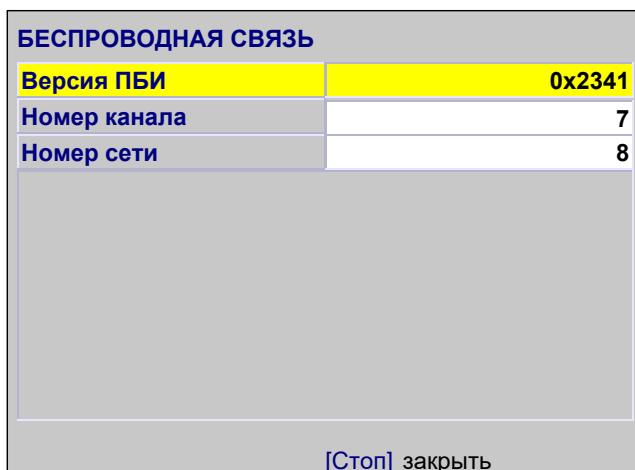

Рисунок 16 – Меню настройки модуля беспроводной связи
- 1) Для настройки параметров беспроводной связи в режиме ожидания нажать **[Режим]**, в открывшемся главном меню при помощи ручки управления и кнопки **[Пуск]** выбрать пункт **«Настройки» ► «Беспроводная связь»** – откроется меню настройки модуля беспроводной связи (рисунок 16).